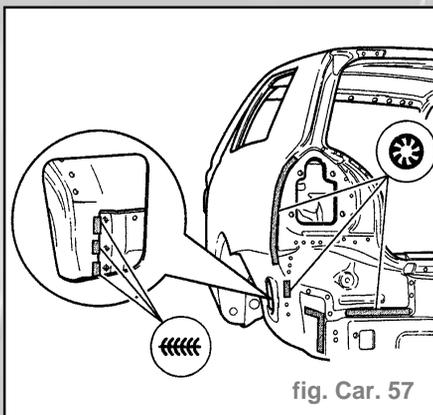

fig. Car. 57
- Souder le reste de l'accostage par bouchonnage sous gaz de protection (fig. Car. 57).